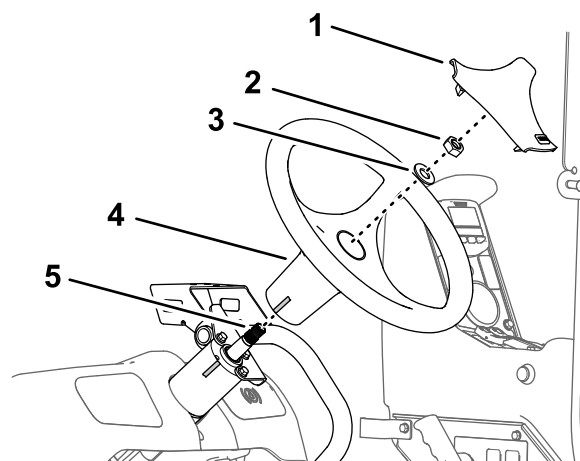

图 162
1. 将方向盘上的胶带标记与转向阀壳体上的胶带标记对齐 图 162。
2. 使用在 拆卸方向盘 \(页码 60\) 的步骤 3 中卸下的垫圈 5/8 英寸和螺母 5/8 英寸将方向盘安装到转向阀的轴上 图 162。